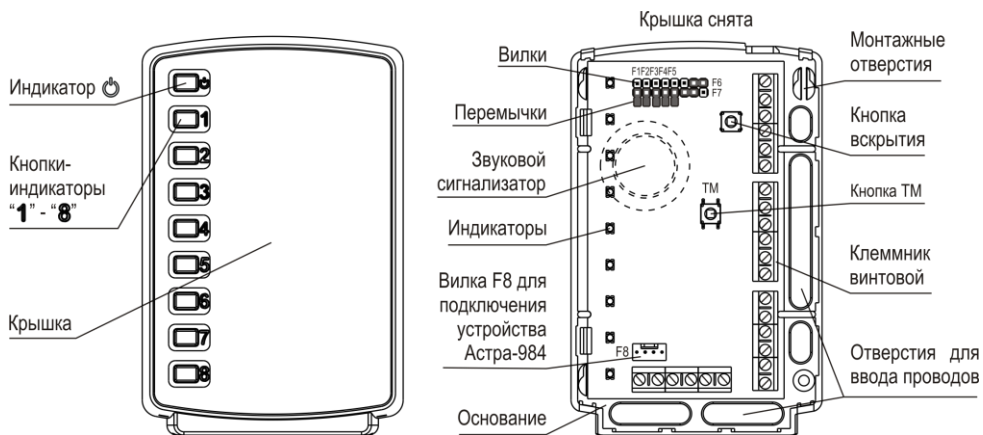

Рисунок 1
**5.1** Конструктивно прибор выполнен в виде блока, состоящего из основания и съемной крышки. Внутри блока установлена печатная плата с радиоэлементами (рисунок 1).